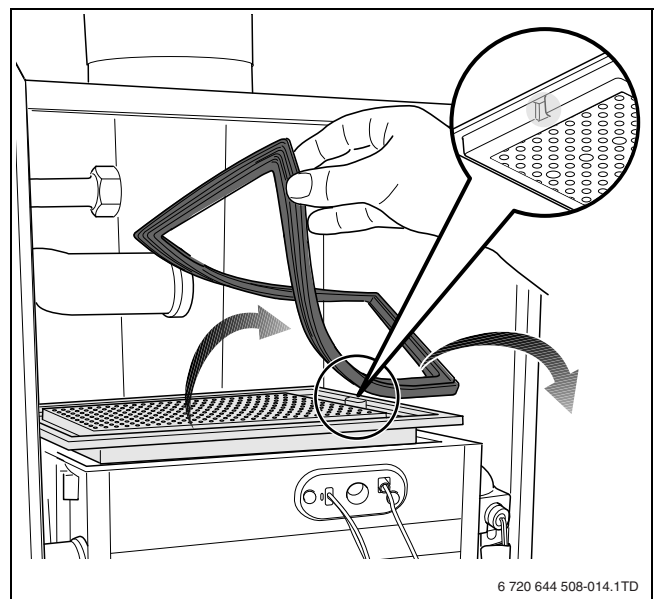

Fig. 19
- ▶ 将所有零部件以相反顺序重新安装。重新安装燃烧器时注意缺口应位于右侧 (→ 图 19, 放大视图, 第 45 页)。